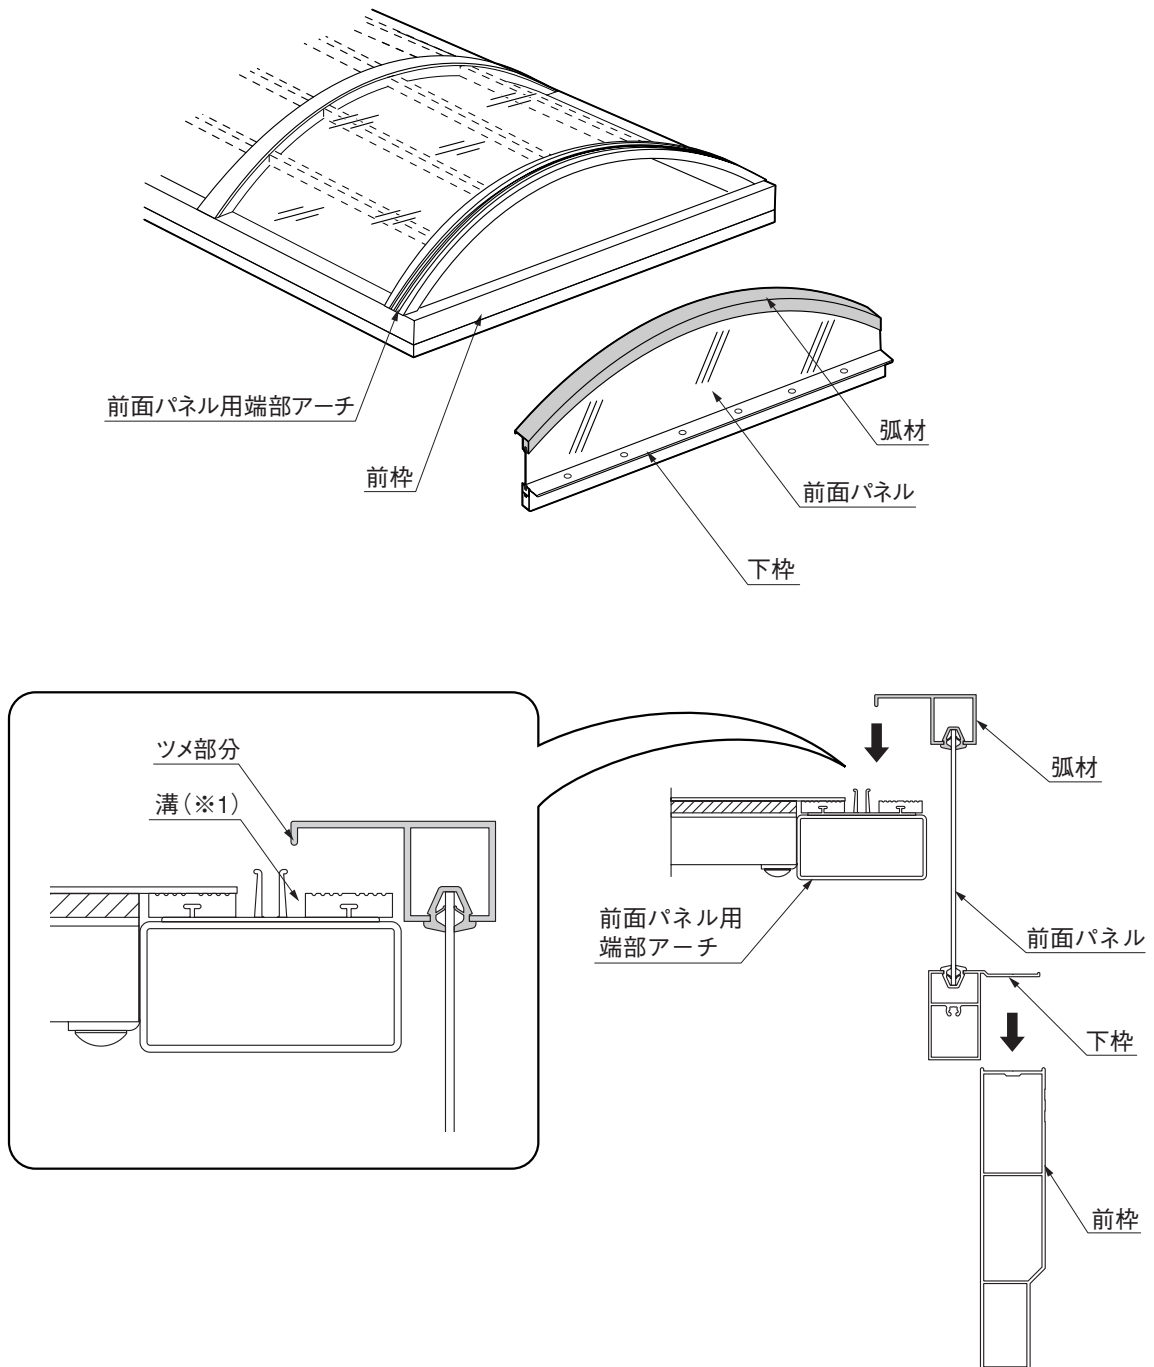

図2-1 弧材取付図
- ❶ 弧材のツメ部分を端部アーチの溝(※1)にあわせて取付けてください。(図2-1参照)